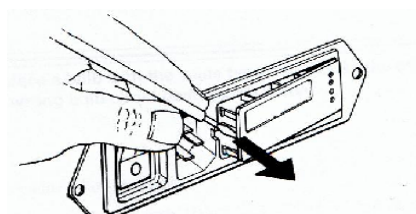

Abbildung 6-1 Entfernen des Sicherungshalters
1. Hebeln Sie mit dem Schlitzschraubenzieher die Abdeckkappe der Sicherungshalterung nach vorne raus, wie in Abbildung 6-1 dargestellt.